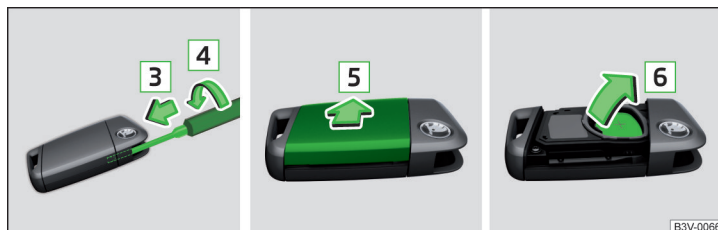

Abb. 255 Batterie ersetzen
- Einen 3 mm breiten Schlitzschraubendreher ungefähr 12 mm in den Schlüsselkörper in Pfeilrichtung **3** einschieben » Abb. 255.